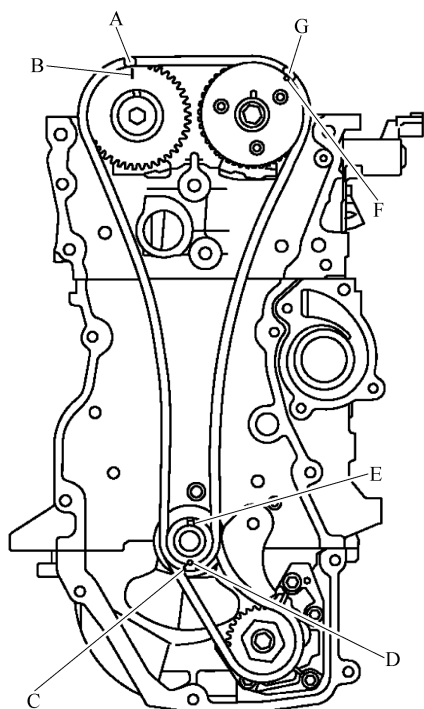

图 3-74 安装正时链条顺序
2) 按照以下步骤安装正时链条, 如图 3-74 所示。
① 安装时对齐各链轮和正时链条上的匹配标记。
② 如果这些匹配标记没有对齐, 则略微转动凸轮轴以修正位置。